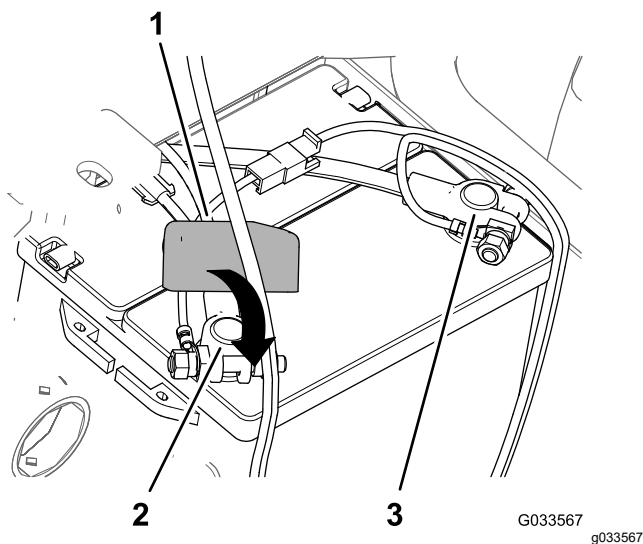

Figure 30
8. Placez le câble positif de la batterie sur la borne **positive** de la batterie et vissez l'écrou de serrage à la main (Figure 30).